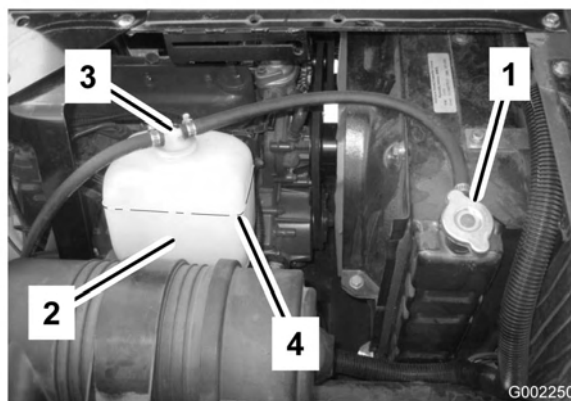

図 53
2. エンジンが十分に冷えているのを確認してラジエターのキャップを開ける(図53)。